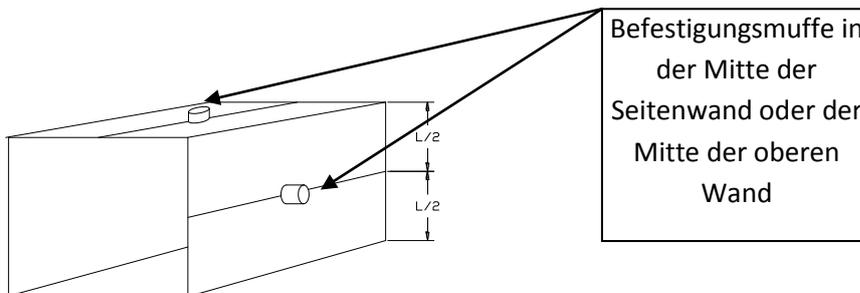

Abbildung 2b. Rechteckige Rohrleitung
3. In Leitungen mit rechteckigem Querschnitt muss das Gerät in der Mitte der Oberseite oder in der Mitte einer der beiden Seitenwände installiert werden. Siehe Abbildung 2b